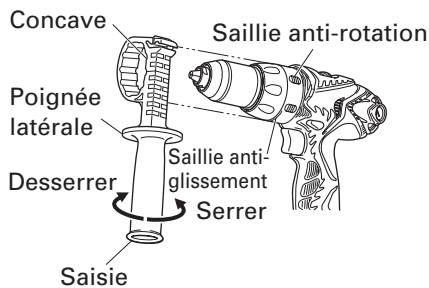

Fig. 17
- (1) Installer la poignée latérale de façon que les saillies de l'outil principal s'insèrent dans les rainures de la poignée latérale. Serrer la saisie après avoir vérifié que la poignée latérale ne recouvre pas la saillie anti-glissement. (Fig. 17)
- (2) Desserrer la saisie pour retirer la poignée latérale.